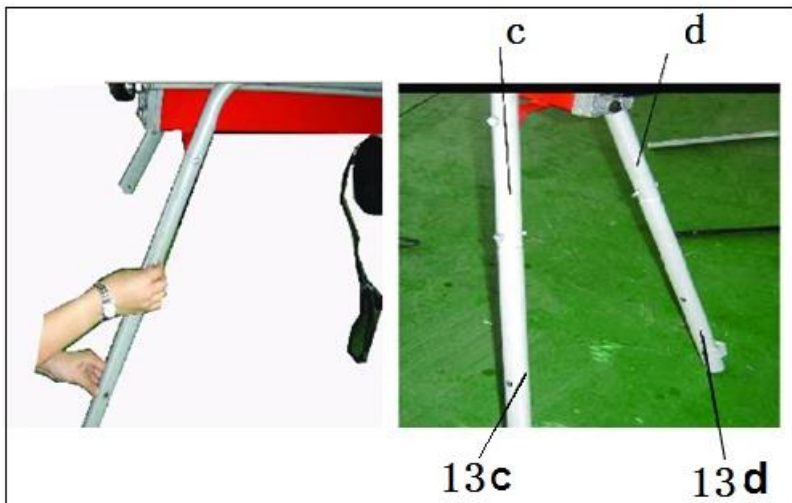

fig.4
c) Connecter le support arrière (13c) au tube de connexion (c) et le support arrière (13d) au tube de connexion (d) avec des boulons et des écrous (Fig. 4).